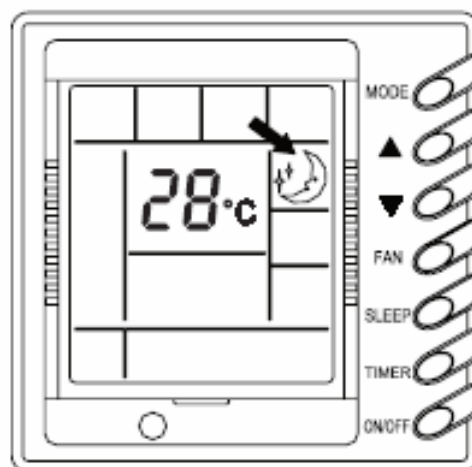

Fig. 19
1.3 Réglage du mode Sleep (Sommeil) (Fig.19)